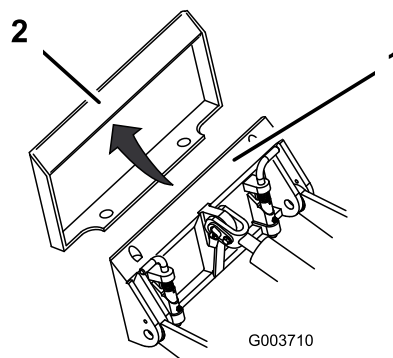

Figure 8
4. Placez la plaque de montage dans le bord supérieur de la plaque réceptrice de l'accessoire (Figure 8).